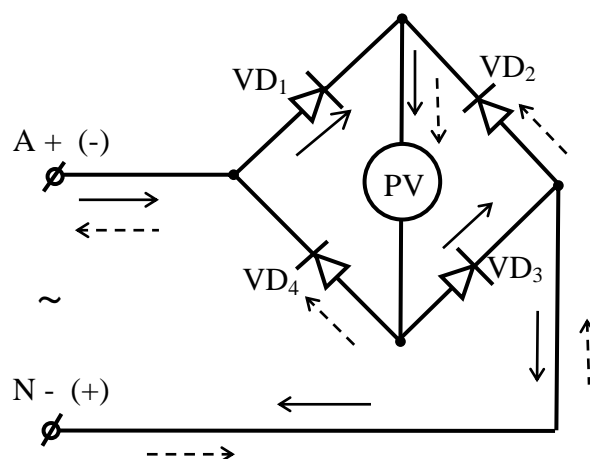

Рисунок 18.3 – Схема двухполупериодного выпрямителя
10. Рисунок 18.3 – Схема двухполупериодного выпрямителя.